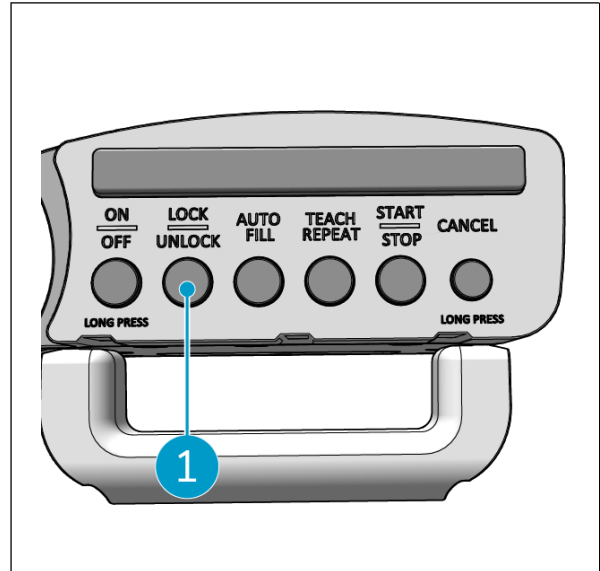

Figura 19
2. Pulse el botón de bloqueo (Figura 19, pos. 1) del controlador de la empuñadura. La luz se iluminará en azul para confirmar que las ruedas de la unidad principal del i-walk están bloqueadas.